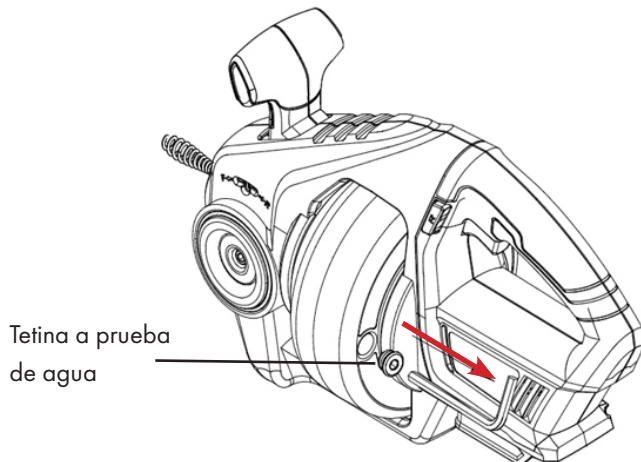

Fig.12
- Desenrosque el pezón impermeable con una llave Allen (Fig.12).